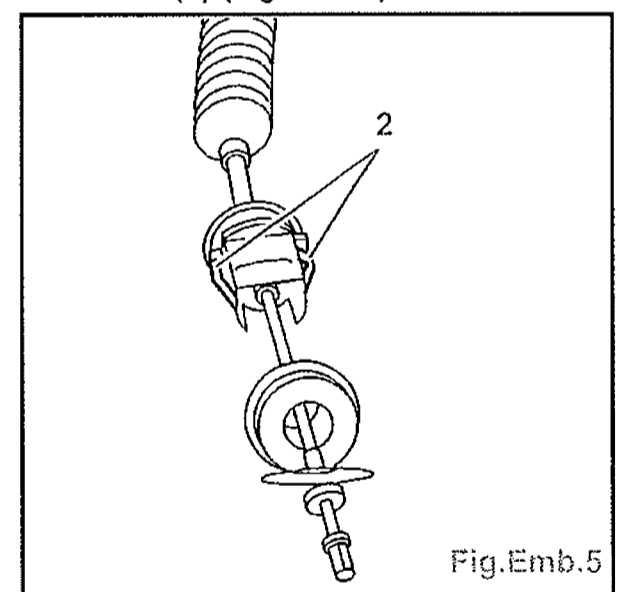

Fig.Emb.5
- Déclipper le câble sur la boîte de vitesses en agissant sur les languettes latérales (2) (Fig.Emb.5).